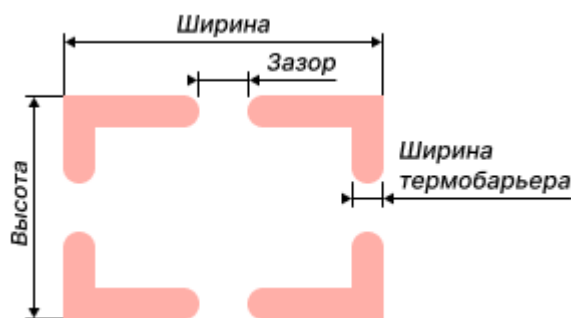

Рис. 216 Параметры апертуры
- Ширина – общая ширина всей апертуры, включая зазоры и ширину термобарьера. Значение может быть задано в диапазоне 0,01 – 100 мм с шагом 0,1 мм, см. Рис. 216.